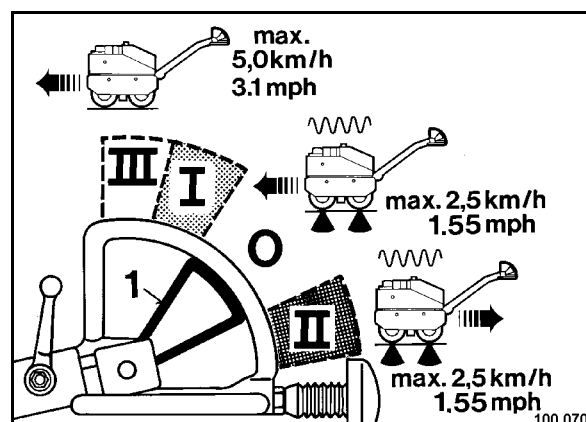

Fig. 31
- Conducir en nivel "I" ó "II" (Fig. 31).